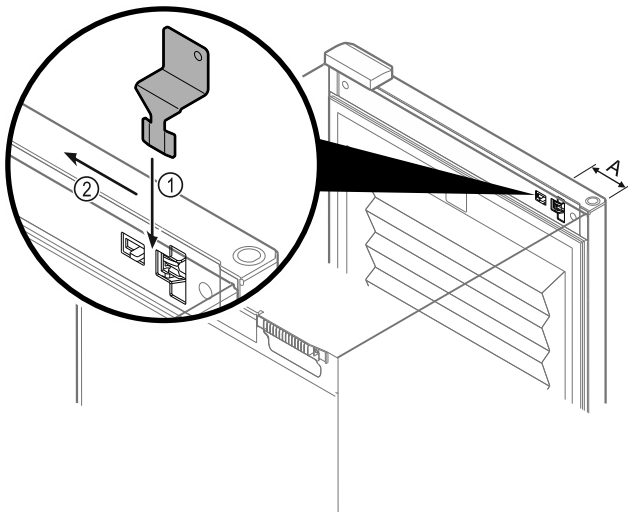

Fig. 90
- Розмістити ключ аварійного розблокування на заданому місці Fig. 90 (A)  $\approx$  100 мм.
- Вставити ключ аварійного розблокування між дверми та корпусом пристрою зверху до упору Fig. 90 (1).
- Потягнути ключ аварійного розблокування у напрямку сторони шарніра Fig. 90 (2).